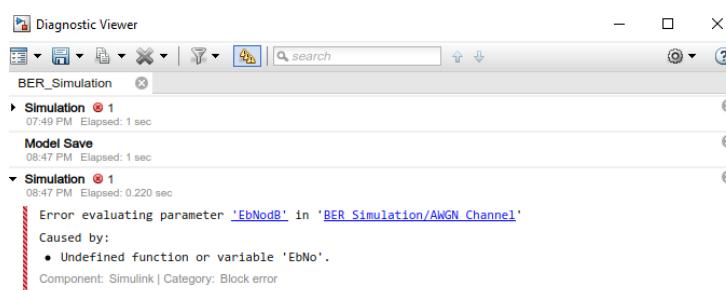

Figura 2: Mensaje de error al ejecutar el bloque.
3. Una vez configurados los parámetros si ejecuta el bloque de Simulink obtendrá un error, esto se debe a que el valor E_b/N_o espera un valor numérico para este caso, pero para llevar acabo la simulación Monte Carlo es parametrizado con la variable E_b/N_o . En la figura 2 se muestra la ventana de error obtenida al ejecutar el bloque de Simulink.